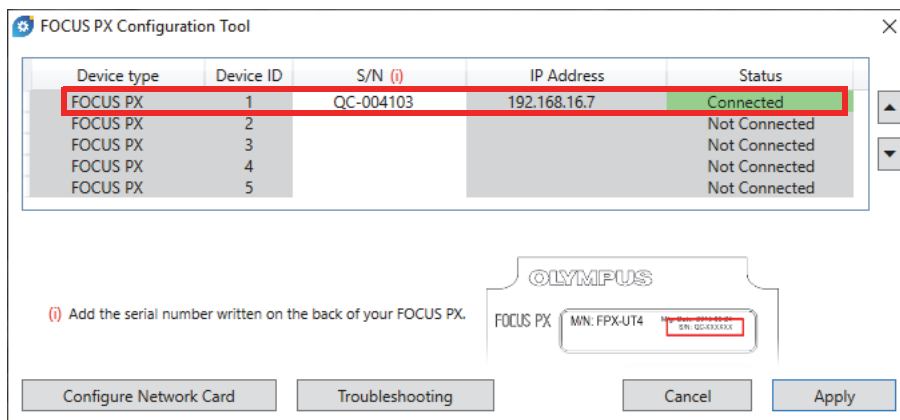

図 1-19 FOCUS PX 構成ツール (機器 1 台)
5. [FOCUS PX Configuration Tool] ダイアログボックスで、イーサネットカードに最初に接続したマスター FOCUS PX 装置のシリアル番号を入力します (38 ページの図 1-19)。